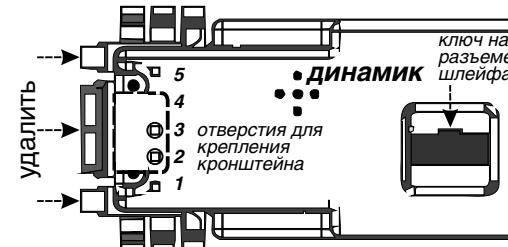

Рис. 2.7
**Внимание!** На разъеме шлейфа есть ключ (выступ), необходимо подключить разъем шлейфа в соответствии с обозначением, рис. 2.7 или рис. 2.8, к бортовому компьютеру.
11. Устанавливаются кронштейны, как показано на рисунке 2.8. Прикладываем согнутый кронштейн короткой стороной к задней панели бортового компьютера. При этом фигурный вырез кронштейна должен быть обращен в сторону динамика. Рис. 2.7 и рис. 2.8.
12. На задней панели компьютера с боковых сторон находится по пять отверстий. Прикручиваем кронштейн саморезами, в отверстия "2" и "3", (считая от той стороны дальше от которой расположен динамик). Рис. 2.7. Таким же образом прикручиваем второй кронштейн с другой стороны. Рис. 2.8.